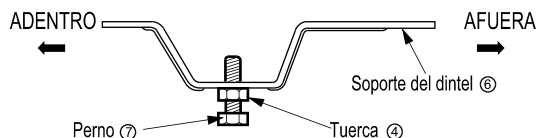

Fig. 3
- 3.Retire los bloques de poliestireno del embalaje del compresor. Fig. 3
3. Arme de modo flojo el soporte del dintel ⑥ usando las partes que se muestran en Fig. 3.